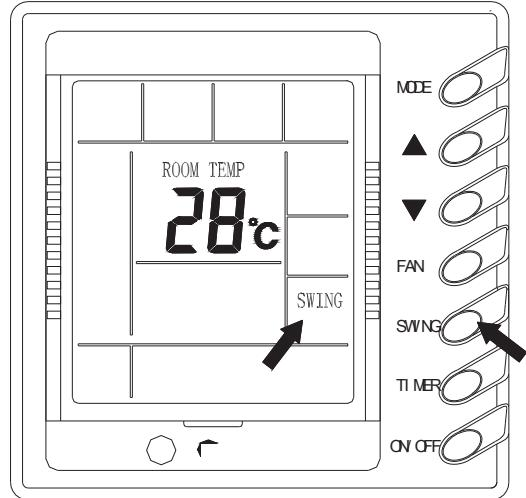

Рис. 5
4) Автоматическое покачивание воздушной заслонки (Swing) (Рис. 5)